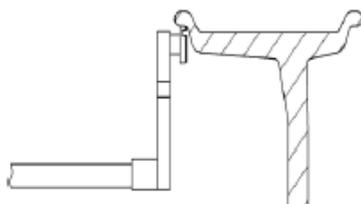

Figure 7-2
7.2.1 Tirer le bras de mesure sur le bord intérieur de la jante, comme sur Fig. 7-2, et maintenir.